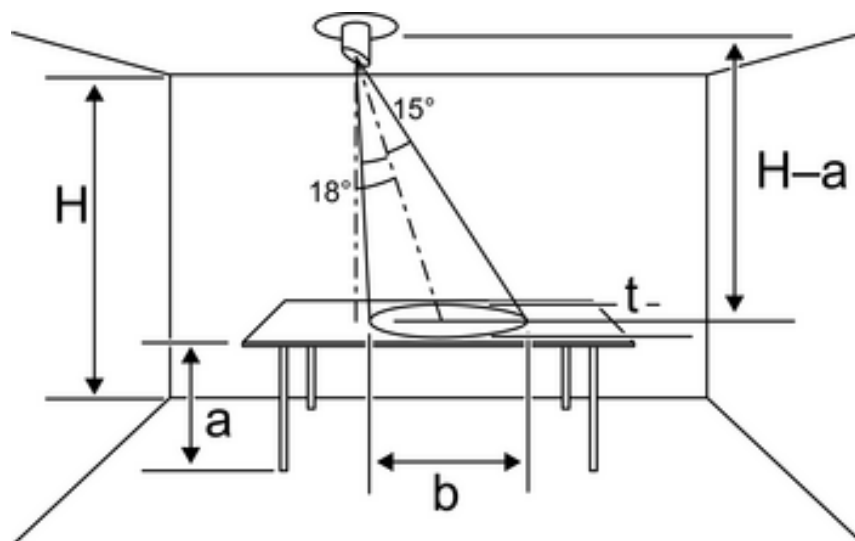

Рисунок 4: Светопровод с наклонным падением света
- Если нельзя установить прибор непосредственно над рабочим местом, регулятор яркости следует монтировать сбоку от него (рисунок 4). Тогда конус, внутри которого будут осуществляться измерения, будет расположен сбоку от поверхности, на которой нужно измерить освещенность.
Регулятор расположен в стороне от рабочей поверхности (рисунок 4).
- Вставить светопровод с наклонным падением света (7) примерно на 10 мм в отверстие в датчике (8).
- Установить светопровод (7) таким образом, чтобы его длинная сторона была повернута к рабочей поверхности, на которой нужно измерить освещенность (рисунок 4).